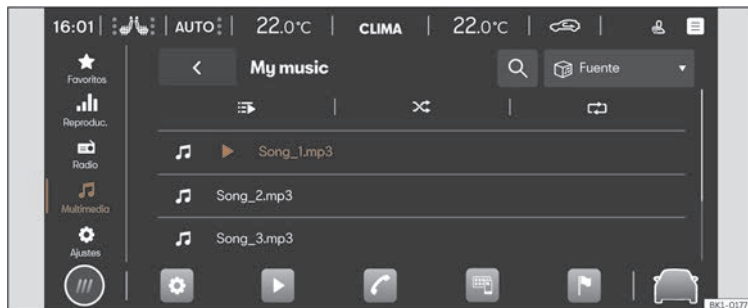

Fig. 164 Representación esquemática: Vista Multimedia.
- Prema **HOME** > ► > 🎵 >>> **fig. 164**.